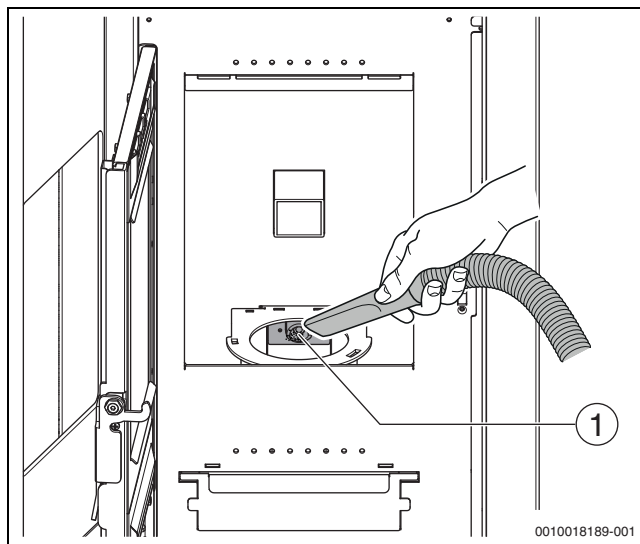

Bild 11 Zündpatrone reinigen
- ▶ Zündpatrone im Brennerkopf absaugen (→ Bild 11, [1]).